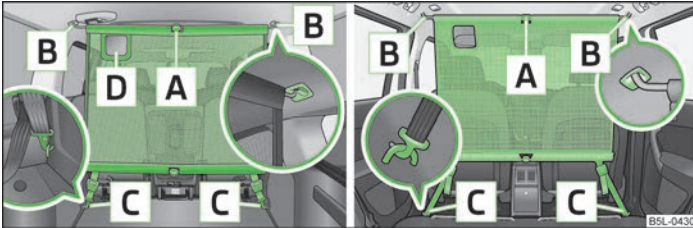

Fig. 60 Folosirea peretelui despărțitor din plasă în spatele scaunelor din spate / în spatele scaunelor din față
- > Așezați bara transversală în prinderea **B** » fig. 60, mai întâi într-o parte și apăsați-o spre înainte. Așezați în mod similar bara transversală în cealaltă parte, în prinderea **B**.
- > Slăbiți chingile de pe ambele părți și desfaceți carabinele **C** » fig. 60.
- > Apăsați tasta roșie a articulației **A** » fig. 60 - articulația se slăbește.
Orificiul **D** » fig. 60 din peretele despărțitor cu plasă servește la trecerea centurii de siguranță cu prindere în trei puncte » pagina 137.